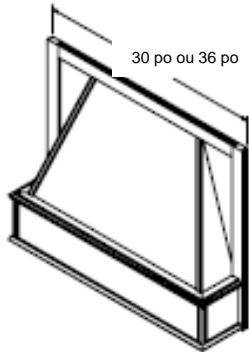

Figure 1
1. La façade de la hotte décorative, figure 1